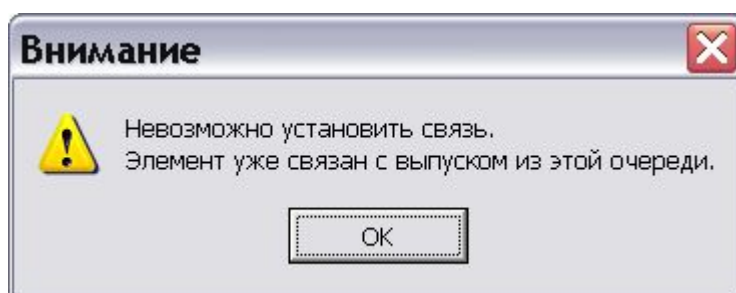

Рис. 11.20
- Версия МД может быть связана только с одним выпуском в одной очереди поставки. При попытке установить связь с другим выпуском в той же очереди поставки появится соответствующее предупреждение системы (Рис. 11.20).